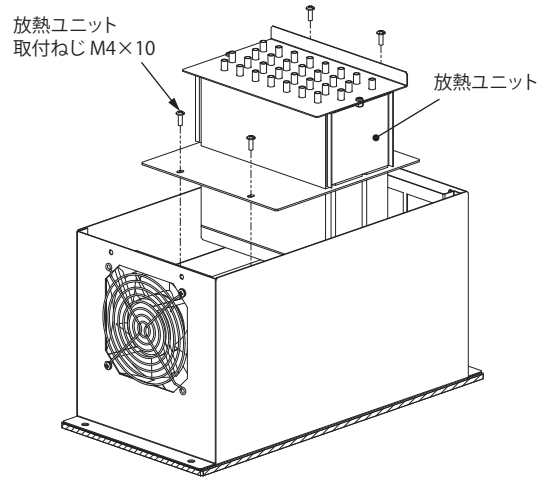

図 8
2. 放熱ユニット取付ねじ M4×10 (4 か所) を外してください。(図 8)
3. 放熱ユニットを上を引き上げ取り外してください。(図 8)